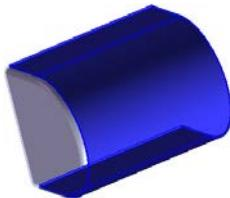
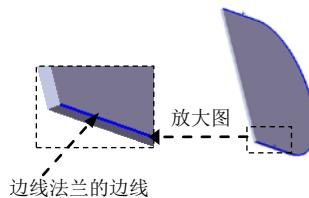

图 4.12 边线—法兰 1
图 4.13 边线—法兰 1 的边线
(3) 定义钣金参数属性。
- ① 定义钣金参数。在 **钣金参数(S)** 区域的 **t** 文本框中输入厚度值 0.2。
- ② 定义钣金折弯系数。在 **折弯系数(A)** 区域的下拉列表中选择 **K 因子** 选项，把文本框 **K** 的因子系数改为 0.4。
- ③ 定义钣金自动切释放槽类型。在 **自动切释放槽(T)** 区域的下拉列表中选择 **矩形** 选项，选中 **使用释放槽比例(A)** 复选框，在 **比例(I):** 文本框中输入比例系数 0.5。
(4) 单击  按钮，完成基体—法兰 1 的创建。
Step3. 创建图 4.12 所示的钣金特征——边线—法兰 1。
(1) 选择命令。选择下拉菜单 **插入(I)** → **钣金(W)** → **边线法兰(E)...** 命令（或单击“钣金”工具栏中的“边线—法兰”按钮 ）。
(2) 定义特征的边线。选取图 4.13 所示的模型边线为生成的边线法兰的边线。